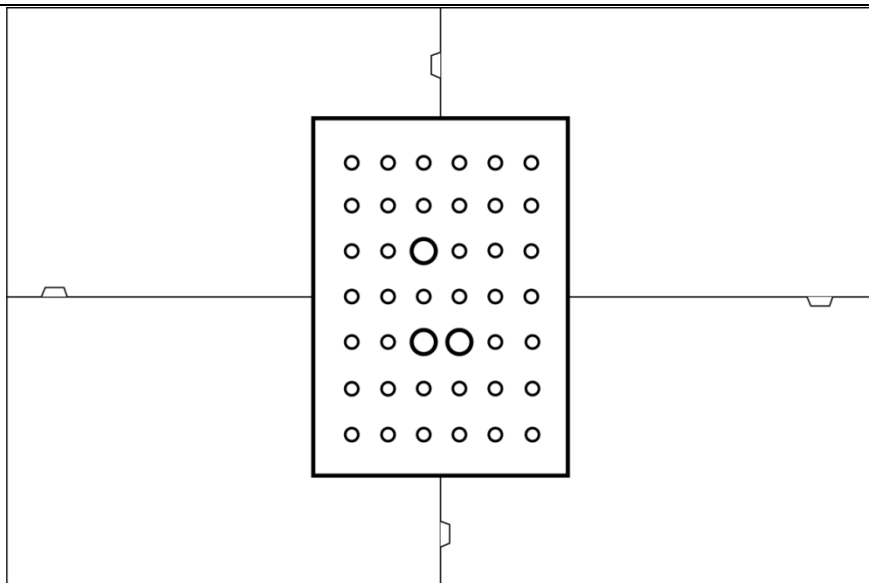

图 6-1 3DeVOK MT 标定板及标定附件摆放示意图
- 1、拿出防水箱中的标定板拓展附件，将其拼合并放置在标定板四周（如图 6-1 所示）。